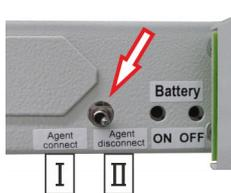

Abb. 18: Blockierschalter
3. ▶ System blockieren: Blockierschalter (Abb. 18/Pfeil) auf "Agent disconnect [blockiert]" (Abb. 18/II) schalten.
System aktivieren: Blockierschalter (Abb. 18/Pfeil) auf "Agent connect [nicht blockiert]" (Abb. 18/I) schalten.